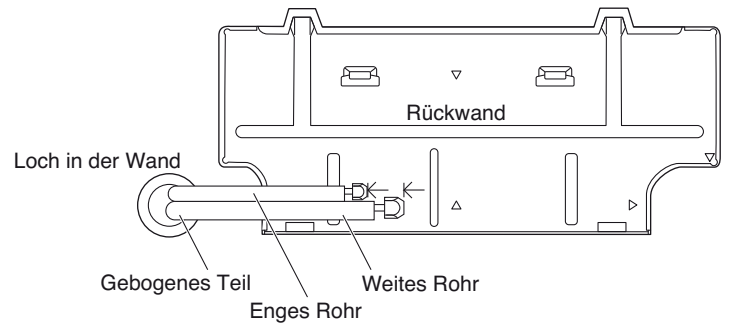

Abb. 38a
- (1) Verlegen Sie die Leitung und den Abflussschlauch durch die Mauer und ermöglichen Sie eine ausreichende Länge für den Anschluß. Danach biegen Sie die Leitung mit einem Rohrbieger und stellen den Anschluß her. (Abb. 38a)
- (2) Wechseln Sie den Abflussschlauch sowie die Schlauchverschlußkappe aus.